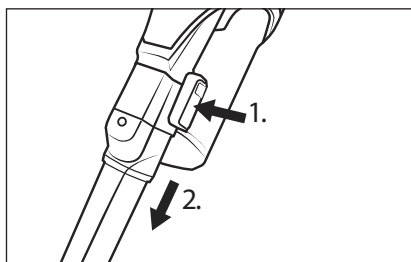

Fig. 15
- ◆ For at fjerne tilbehøret skal du trykke på oplåsningsknappen på tilbehøret og tage tilbehøret af sugerør 24 eller af produktets sugeåbning (se fig. 15).